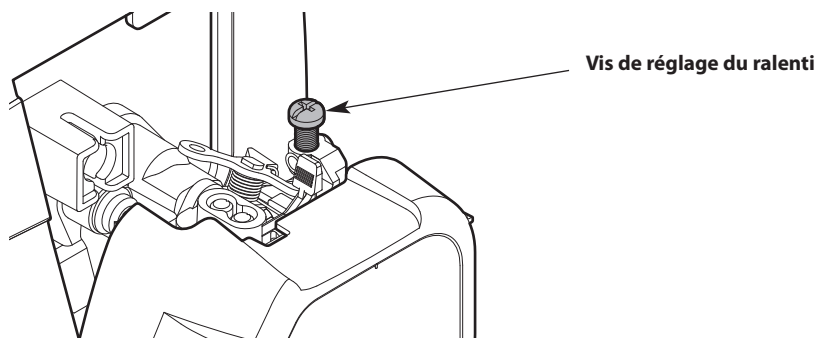

Fig. 20
- Si le moteur s'arrête, augmentez le régime de ralenti. Utilisez un petit tournevis cruciforme pour tourner la vis de ralenti vers la droite, de 1/8 de tour à la fois, et ce, jusqu'à ce que le moteur tourne bien au ralenti (Fig. 20).
- Si la tête de coupe tourne lorsque le moteur est au ralenti, réduisez le régime de ralenti. Tournez la vis de ralenti vers la gauche, de 1/8 de tour à la fois, jusqu'à ce que la tête de coupe cesse de bouger (Fig. 20).